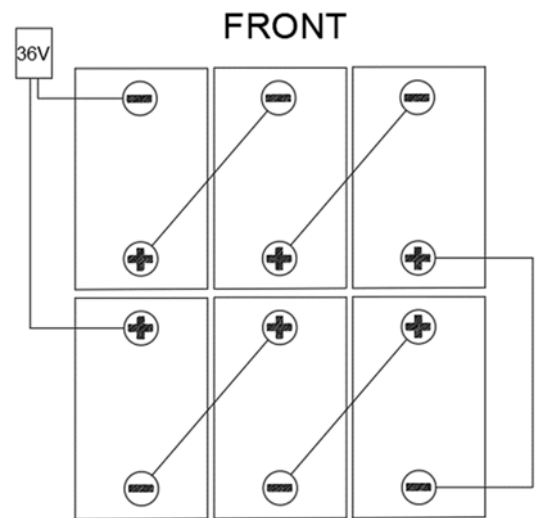

Abb. 5
Die Maschine benötigt sechs 6V-Akkus, die an den in Abbildung 5 gezeigten Positionen angeschlossen und installiert werden.
Das Gerät ist mit Kabeln ausgestattet, an die sechs 6V-Akkus angeschlossen werden können. Setzen Sie die Akkus vorsichtig und korrekt ausgerichtet in das Fach ein, wie in Abbildung 5 dargestellt. Legen Sie die feste Akkuplatte richtig ein.
8. Verlegen und installieren Sie das Akkukabel, wie in Abbildung 5 gezeigt, und ziehen Sie dann vorsichtig die Mutter auf jeder Akkuklemme an.